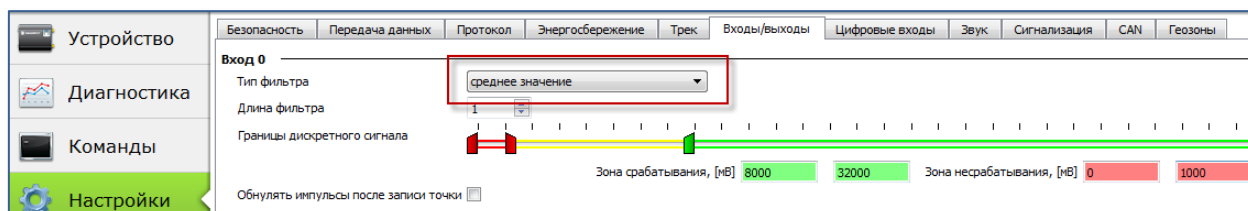

Рисунок 6. Настройка дискретно-аналогового входа в Конфигураторе
1. перейдите на вкладку «Настройки» -> «Входы/выходы» Конфигуратора. На входе, к которому подключен терморезистор, выберите «среднее значение» (Рис. 6);